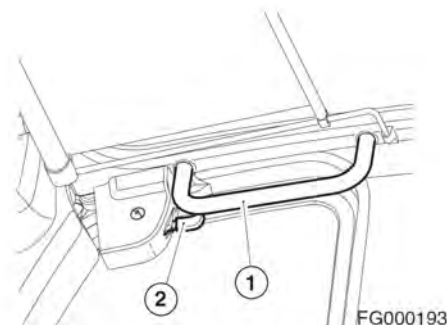

Рис. 152
3. Держась левой и правой рукой за верхние ручки (1, рис. 152) переднего окна потяните рычаги блокировки (2, рис. 152), чтобы снять блокировку.